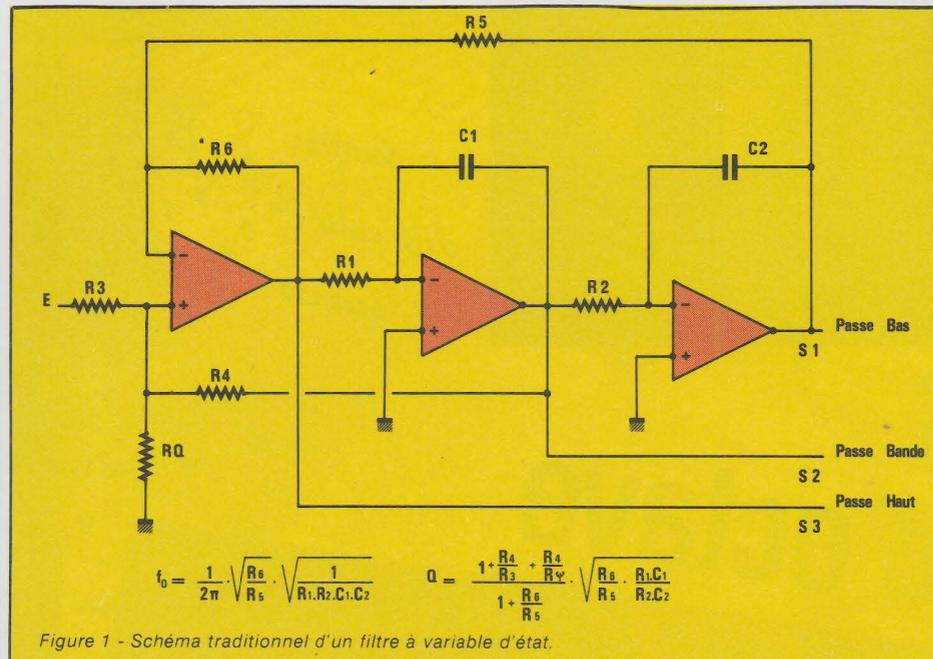

Figure 1 - Schéma traditionnel d'un filtre à variable d'état.
La solution la plus connue est représentée à la figure 1. Ce filtre est appelé filtre à variable d'état. Il présente de nombreux avantages :
- indépendance des paramètres  $Q$  et  $f_0$  : en effet, les équations de la figure 1 montrent que l'on peut fixer, par exemple, les constantes de temps  $R_1 C_1$  et  $R_2 C_2$  pour la fréquence de coupure  $f_0$  choisie, puis ensuite, modifier  $R_0$  qui n'agit que sur le seul coefficient de surtension  $Q$ .